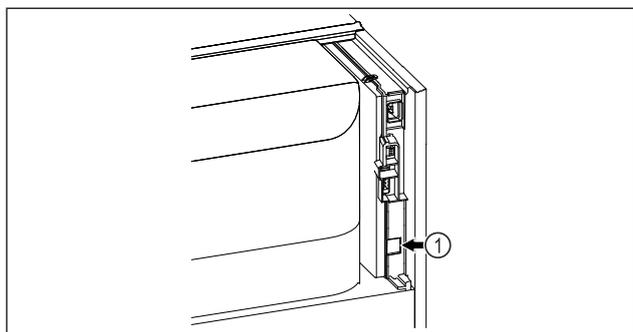

Fig. 86
- Se insertó SmartModule Fig. 86 [1].